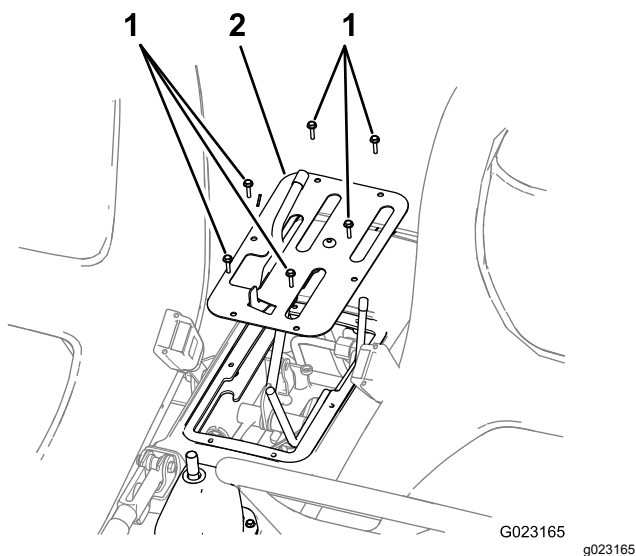

Figura 3
3. Retire los 6 tornillos que sujetan el borde exterior de la tapa de la consola central al chasis, y retire la tapa (Figura 3).